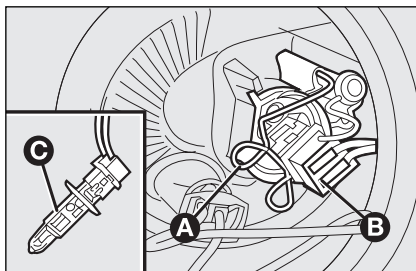

Рис. 22
- освободите фиксатор лампы **A**, **рис. 22**;